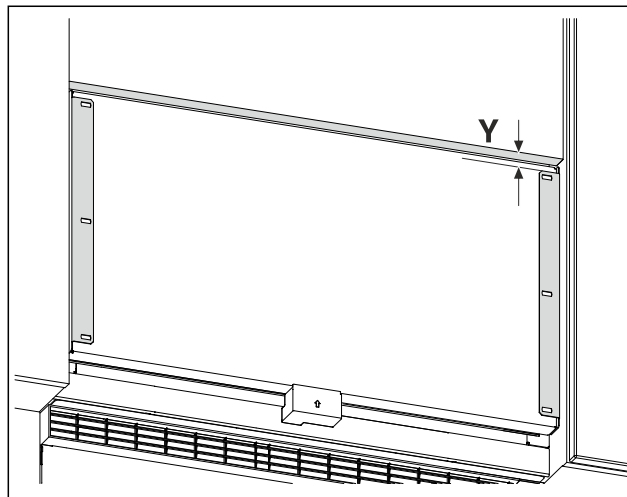

Fig. 42 Ilustrační zobrazení
- Změřte vzdálenost Fig. 42 (Y) od spodní hrany nábytkových dvířek k přídržnému úhelníku.